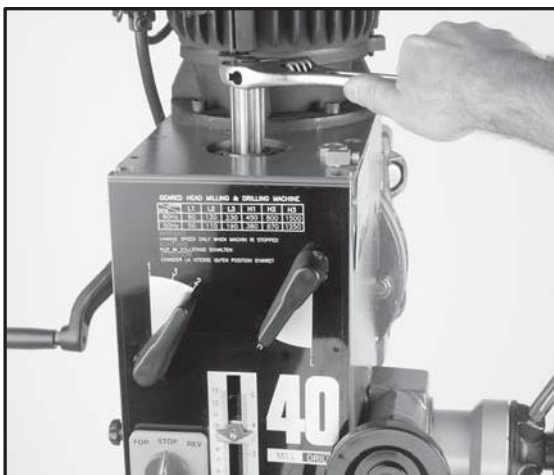

Рис. 4
3. Вращать шестигранную головку в верхней части тяги по часовой стрелке до тех пор, пока резьба внизу тяги не войдет в зацепление с внутренней резьбой в верхней части патрона или оправки. См. Рис. 4.